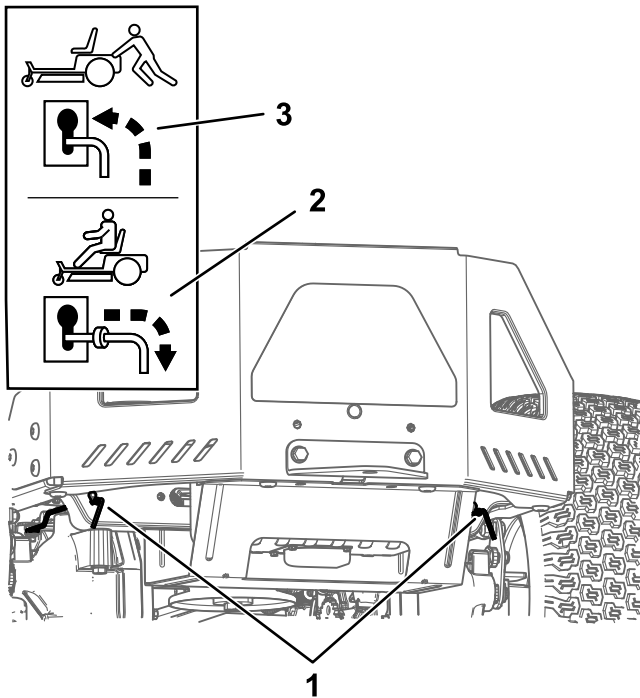

Figura 25
- Mueva las palancas de desvío hacia delante a través del orificio ranurado y hacia abajo para bloquearlas en esa posición (Figura 25).
Mueva las palancas de desvío hacia atrás a través del orificio y hacia abajo para bloquearlas en esa posición, según se muestra en Figura 25.